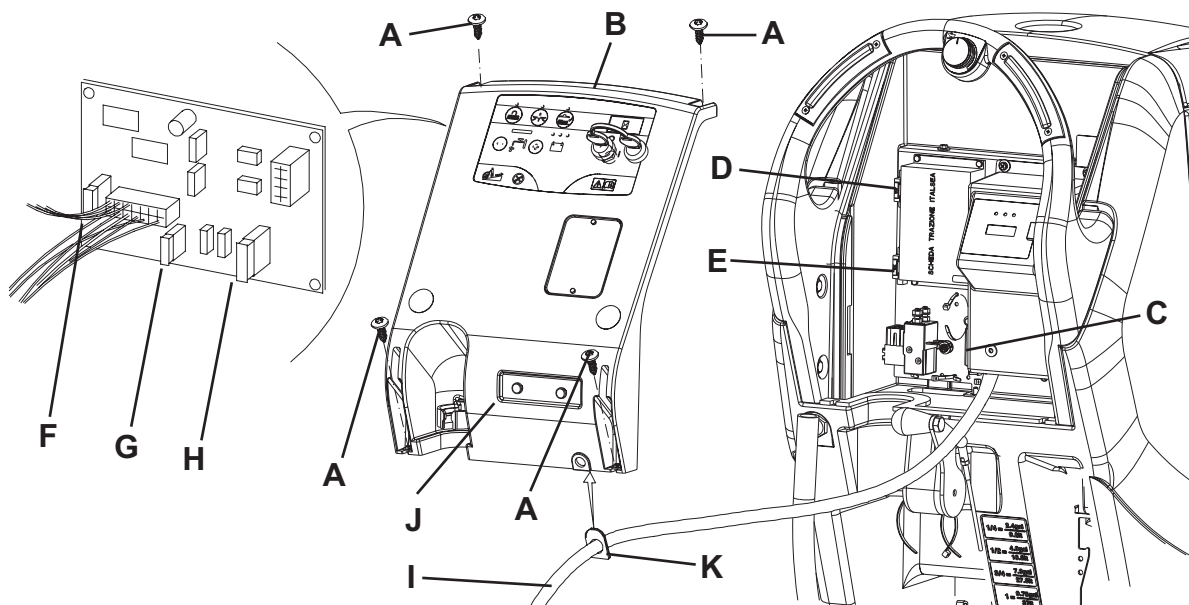

Рис. 8
1. Отсоедините соединитель аккумуляторной батареи (12).
2. Уберите в сторону шланг слива отработанной воды (16).
3. Снимите кабель зарядного устройства аккумуляторной батареи (I, Рис. 8), если он установлен, с держателя (J).
4. Удалите винты (A) и аккуратно отведите в сторону панель (B), отсоединив крепежную втулку (K) от корпуса панели (B).